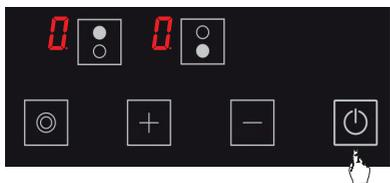

Abbildung 5
1. Schalten Sie die Kochstelle durch Drücken der Taste ein. (Siehe Abb. 5)